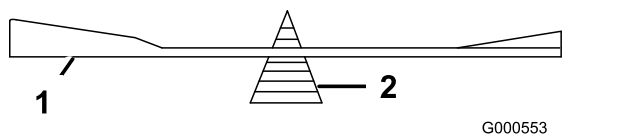

Bild 72
2. Prüfen Sie die Auswuchtung des Schnittmessers auf einer Ausgleichsmaschine (Bild 72).